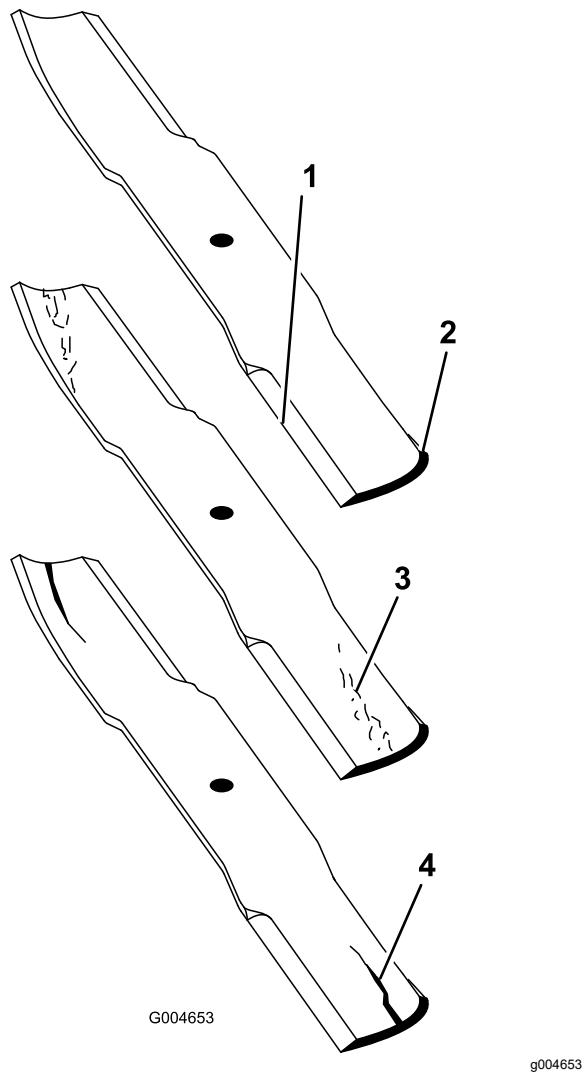

Figure 91
2. Examinez attentivement les tranchants de la lame, particulièrement au point de rencontre de la partie plane et de l'ailette (Figure 91).
**Remarque:** Le sable et les matières abrasives peuvent éroder le métal à cet endroit, c'est pourquoi il est important de contrôler l'état de la lame avant d'utiliser la tondeuse. Remplacez la lame si elle vous semble usée (Figure 91).